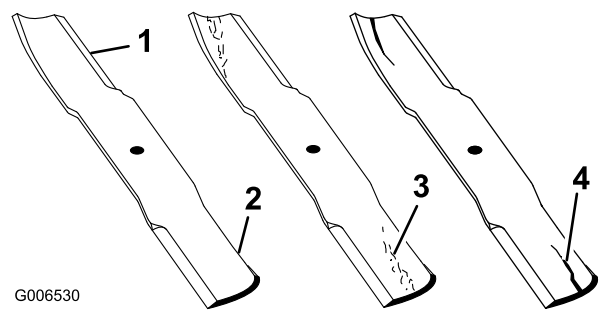

Figura 56
1. Controllate i taglienti (Figura 56). Se i taglienti non sono affilati o mostrano delle tacche, togliete le lame e affilatele. Vedere Affilatura delle lame.
2. Controllate le lame, in particolare l'area curva (Figura 56). In caso di danni, usura o scanalature nell'area (Figura 56), montate immediatamente una nuova lama.